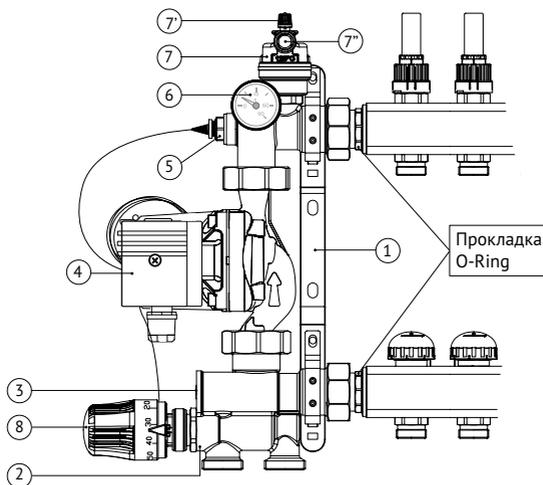

Рис. 2
Чёрный колпачок сверху (см. рис. 2 поз 7') – это запорный элемент ручного воздухоотводчика.
Серый винтик сбоку (см. рис. 2 поз 7'') – это запорный элемент автоматического воздухоотводчика.
2. При помощи монтажного кольца головки закрепите её на смесительном клапане (рис. 2 поз. 2).
3. Поместите датчик в гнездо температурного датчика (рис. 2 поз. 5).
**Настройка байпаса:** согласно приведённой ниже диаграмме (рис. 3), расходу 1032 л/ч, соответствуют 6 разных кривых ΔPvalv при разных настройках байпаса (рис. 2 поз. 3): чем меньше открыт байпас, тем быстрее достигается требуемая температура на подаче, и наоборот, при максимально открытом байпасе увеличивается расход и одновременно сокращается колебание температуры подачи, связанное с открытием–закрытием различных зон, на которые разделяется система отопления.